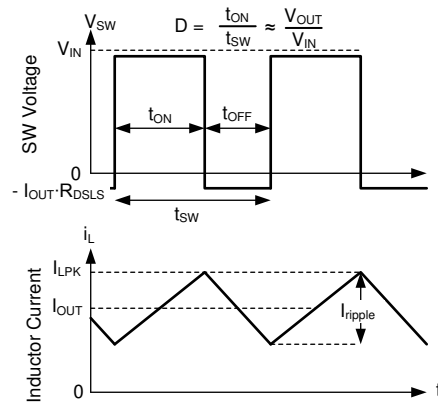

図 7-16. 連続モード (CCM) における SW 電圧とインダクタ電流の波形
本デバイスの以下の動作の説明は、セクション 7.2 と以下の波形 (図 7-16) を参照しています。CCM では、本デバイスは、内蔵ハイサイド (HS) およびローサイド (LS) NMOS スイッチを各種デューティ・サイクル (D) でオンにすることで、出力電圧のレギュレーションを実現します。HS スイッチのオン時間の間、SW ピンの電圧 (V_{SW}) は V_{IN} の付近までスイングし、インダクタ電流 (i_L) は線形的な傾きで増加します。HS スイッチは、制御ロジックによってオフにされます。HS スイッチのオフ時間 (t_{OFF}) の間、LS スイッチはオンにされます。インダクタ電流は LS スイッチを通して放電され、LS スイッチの両端の電圧降下によって V_{SW} をグランドの下まで強制的にスイングさせます。一定の出力電圧を維持するため、コンバータ・ループはデューティ・サイクルを調整します。D は、HS スイッチのオン時間をスイッチング周期で割った値として次のように定義されます。